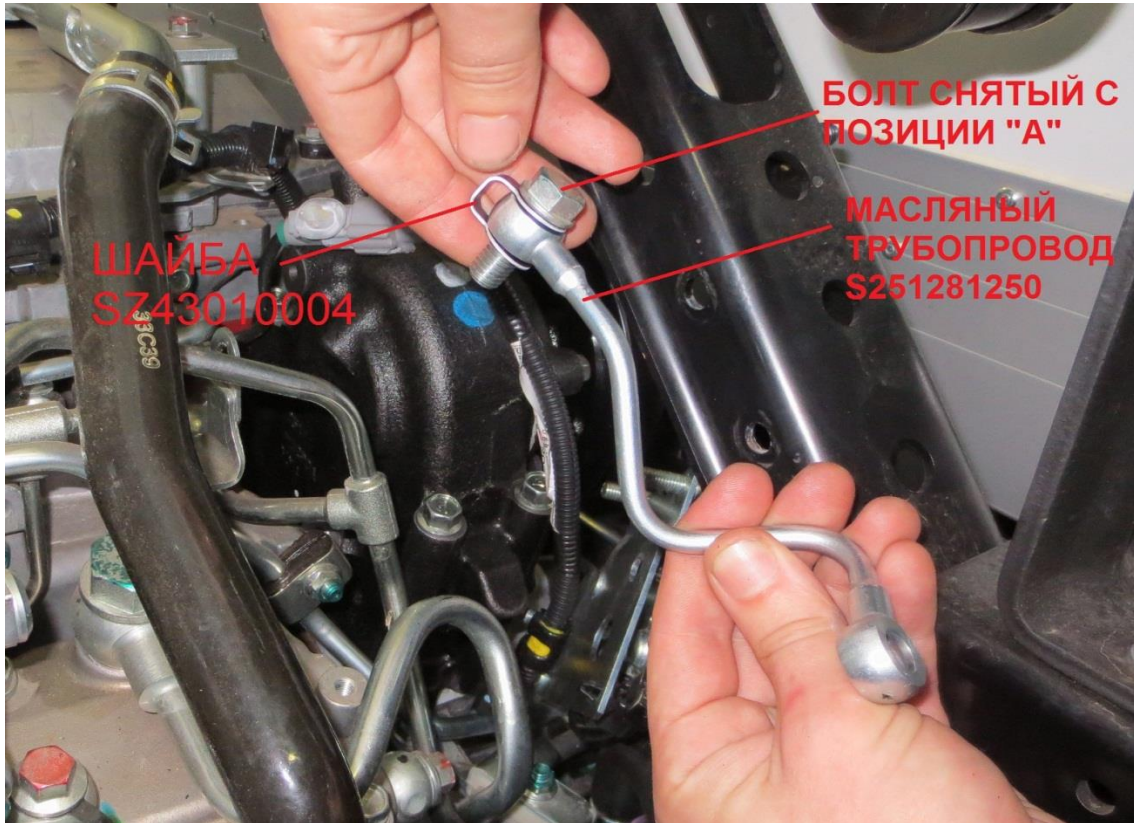

рис. 5
6. Установить масляный трубопровод (S251281250), используя болт (SZ40110021) и шайбы (SZ43010011, SZ43010004). Также необходимо использовать болт, снятый с позиции «А» (порт масляной магистрали смазки воздушного компрессора) и установить его на позицию «Б» (порт масляной магистрали смазки MOM). Момент затяжки болтов 20Н·м. (рис. 5, 6)